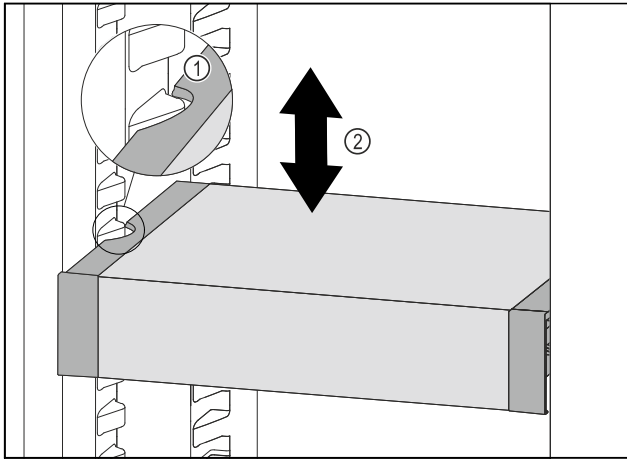

Fig. 180
- ▶ Тяните VarioSafe вперед, пока боковые выемки VarioSafe не окажутся на высоте выступа резервуара в холодильном отделении. Fig. 180 (1)
- ▶ Двигайте VarioSafe в холодильном отделении вверх или вниз, пока не будет достигнута требуемая высота. Fig. 180 (2)